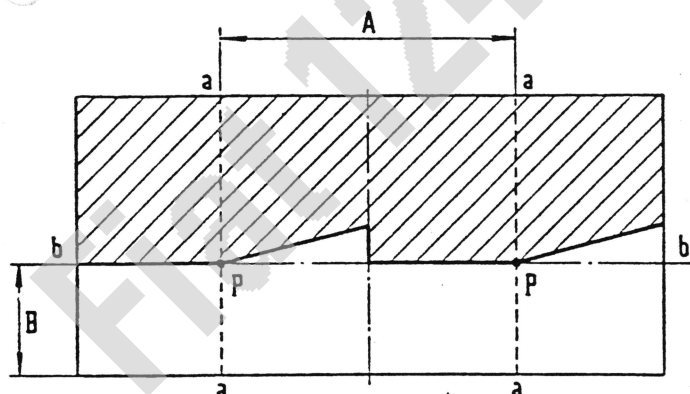

Abb. 86. - Einstellschema für die Scheinwerfer.
Gemäss Abb. 86 zeichnet man auf den Schirm zwei senkrechte Linien a-a mit dem Abstand A = 1245 mm gemäss dem Abstand der Scheinwerfermittlen. Diese Linien müssen einen gleichen Abstand von der Senkrechten am Schirm haben, die lotrecht zur Wagenlängsachse steht.
Dann wird die waagrechte Linie b-b in Höhe B vom Boden ab laut Abbildung 86 gezeichnet.
- die waagrechte Trennlinie zwischen dunklem und hellem Feld der Linie b-b entspricht (Abb. 86).